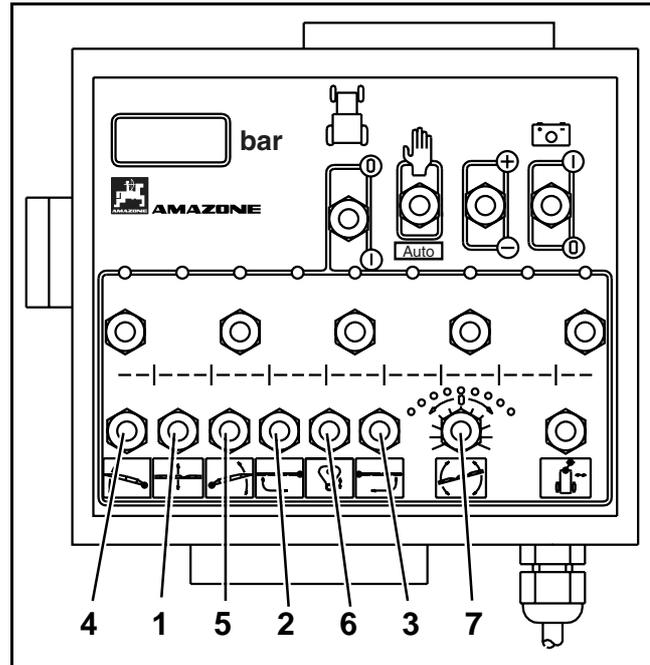

Fig. 8.71
- Desbloquear y bloquear la compensación de oscilaciones mediante el pulsador (Fig. 8.71/6).